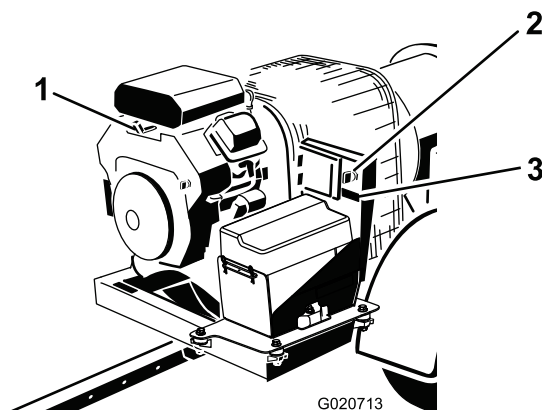

Figura 14
3. Gire la llave de contacto a la posición de Arranque y suéltela rápidamente a la posición de Conectado (Figura 14). Esto "despierta" el receptor.
- Si va a abandonar la máquina, gire la llave a la posición de Desconectado y retírela del motor (Figura 14).